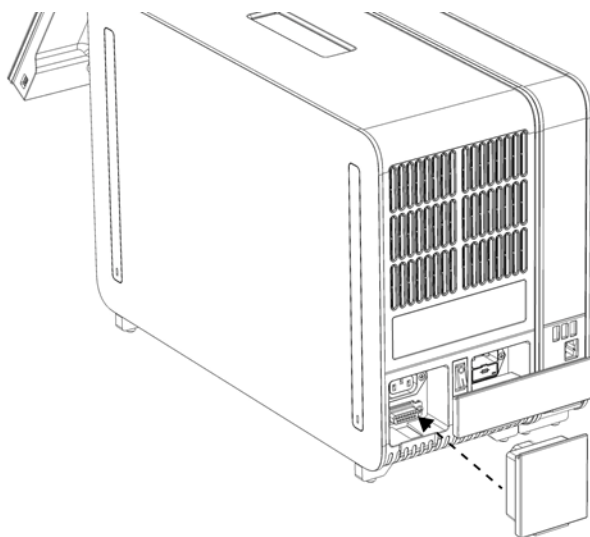

Bild 9. Ansluta avslutningsbryggan.
6. Anslut avslutningsbryggan till baksidan av den analytiska enheten bild 9.